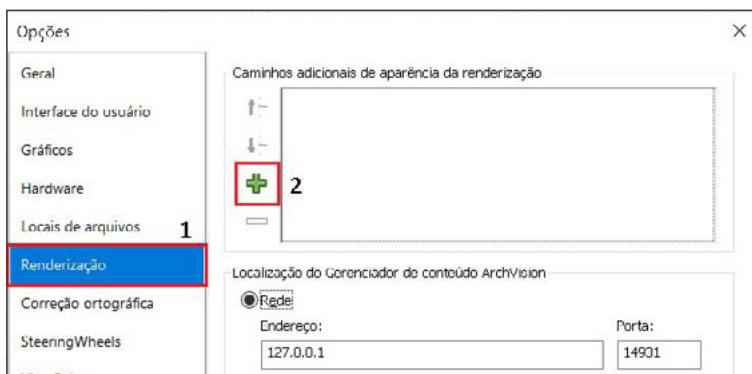

Figura 1 – Acesso a opção “Renderização”.
2. Na janela “Opções”, selecione o item “Renderização” à esquerda da janela e, depois, clique no botão “+” (Figura 1);